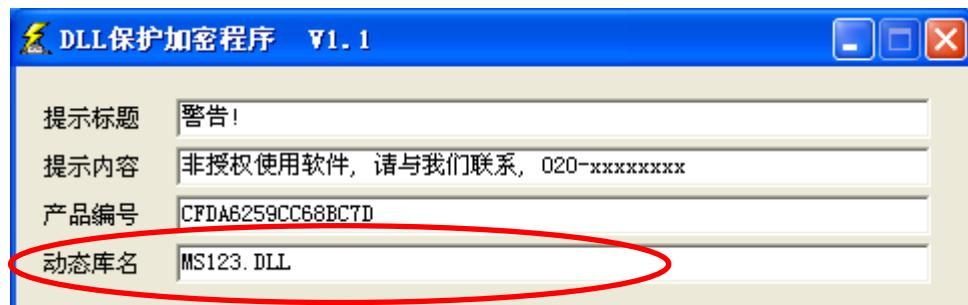

图 7.18 设置程序声明或引用的 DLL 文件名
8. 在DllNTShell的主界面中，有一个“动态库名”栏，这里一定要输入待加密程序里声明 API来源的DLL文件名，比如本小节第3点的MS123.dll，参考如图7.18所示。